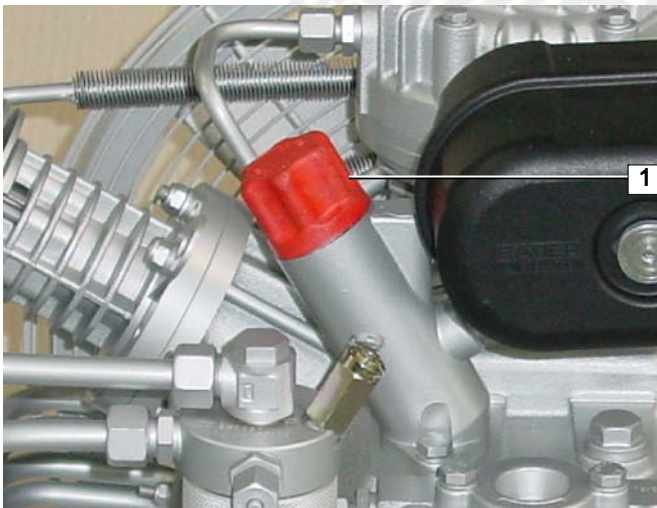

Рис. 34 Маслоналивная горловина
- Отвинтите красный пластиковый колпачок маслоналивной горловины (1, Рис. 34) на картере.